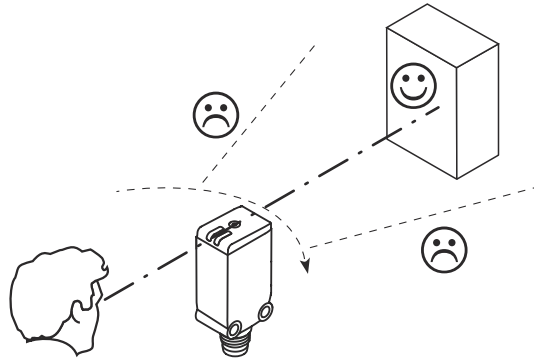

Figura 3: Alineación del sensor
3. Alinee el sensor con el objeto. Seleccione la posición de forma que el haz de luz roja emitido incida en el centro del objeto. Asegúrese de que la abertura óptica (pantalla frontal) del sensor esté completamente despejada, véase figura 3, página 46.